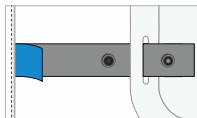

Figuur 27: Bevestig de rugbeschermer (4)
2. Plaats de airbag terug en bevestig de rugbeschermer (4)- Plaats de airbag (11) terug en bevestig de rugbeschermer (4) aan de onderlaag (1), let op dat u het klittenband aan de bovenkant van de beschermer goed vastmaakt aan de onderlaag (1) zoals getoond in Figuur 27.
3. Bevestig de Airbag (11) - Sluit alle 12 verbindingsslussen waarmee de Airbag (11) aan de basislaag (1) is bevestigd, zorg dat de gekleurde labels op de Airbag (11) overeenkomen met de gekleurde labels op de basislaag (1), gebruik de twee openingen aan de binnenkant van het kledingstuk om bij de verbindingsslussen aan de voorkant te komen. Zorg ervoor dat u de nummering op de labels volgt om de hermontage van het systeem te vergemakkelijken, zoals getoond in Figuur 27. Controleer bovendien of de Airbag (11) goed in het systeem zit en of er geen plooien in de Airbag (11) zitten of dat de Airbag (11) verdraait, met name in de schouderzones. Controleer of alle 12 verbindingsslussen correct zijn geplaatst en stevig bevestigd aan de basislaag (1).